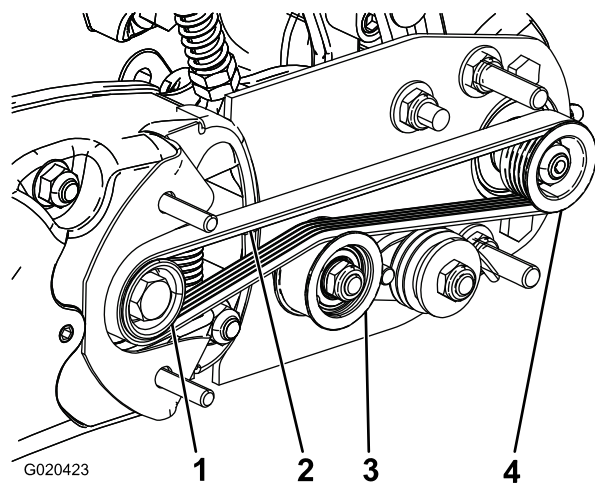

図 11
1. 駆動プーリにベルトを掛け、次に、アイドラプーリの上部に掛ける 図 11。